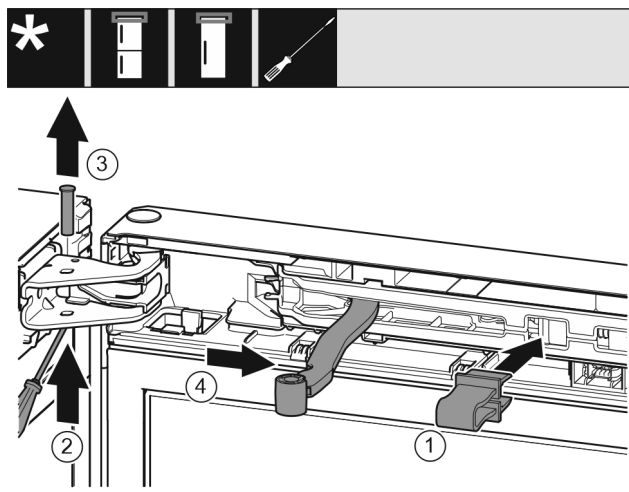

Fig. 9
- ▶ Фиксирайте предпазителя в отвора. Fig. 9 (1)
- ▶ С отвертката избутайте болта. Fig. 9 (2)
- ▶ Извадете болта нагоре. Fig. 9 (3)
- ▶ Завъртете шарнира в посока към вратата. Fig. 9 (4)